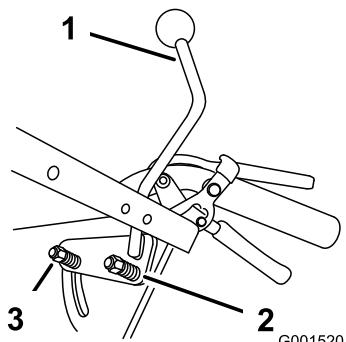

**Figure 39**
8. Desserrez l'écrou de réglage avant sur la timonerie de commande hydraulique gauche, comme illustré à la Figure 39.
9. Tournez l'écrou de réglage gauche dans le sens anti-horaire jusqu'à ce que la roue tourne en avant (Figure 39).
10. Tournez l'écrou de réglage arrière dans le sens horaire 1/4 de tour à la fois. Déplacez ensuite le sélecteur de vitesse en avant et ramenez-le au point mort. Répétez cette opération jusqu'à ce que la roue gauche arrête de tourner en avant (Figure 39).